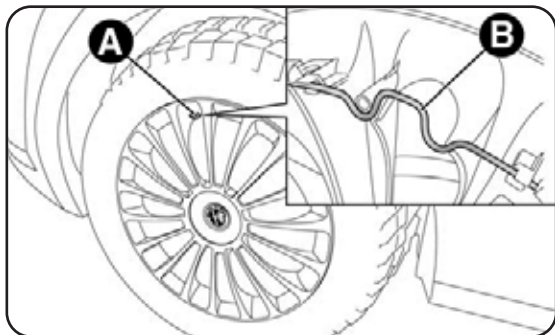
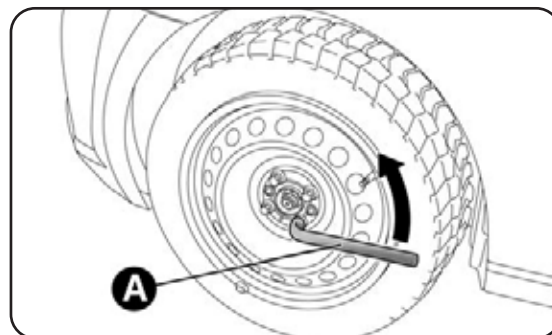
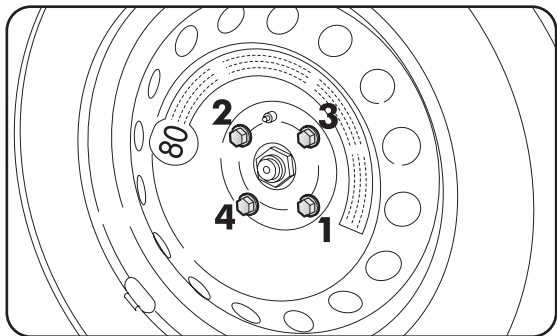

fig. 4
fig. 5
fig. 9
- para versiones con llantas de acero: introduzca el destornillador en la ranura A-fig. 4 para hacer saltar la ballestilla B que sujeta el tapacubo.
- utilice la llave A-fig. 5 y afloje una vuelta los tornillos de fijación;
- utilice la llave A-fig. 5 y apriete a fondo los tornillos de fijación;
- usando la llave A-fig. 5, apriete a fondo los tornillos, pasando alternativamente de un tornillo al diametralmente opuesto, según el orden numérico ilustrado en la fig. 9;
- utilice la llave A-fig. 4 y apriete los tornillos de fijación;
- con la llave A-fig. 4 apriete a fondo los tornillos, siguiendo el orden numérico ilustrado en la fig. 9;